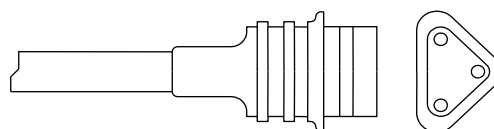
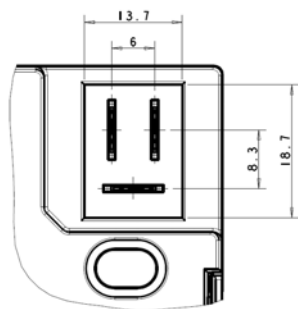

Рис. 2
Рис. 3
- F: Быстросъемное соединение (Рис. 3);
Трансформаторы могут поставляться с треугольным разъемом SP1 для подключения кабеля питания (Рис.2 и 4), либо с разъемом 6.35x0.8 (Рис.3); Длина и концовка кабеля изменяются по запросу.